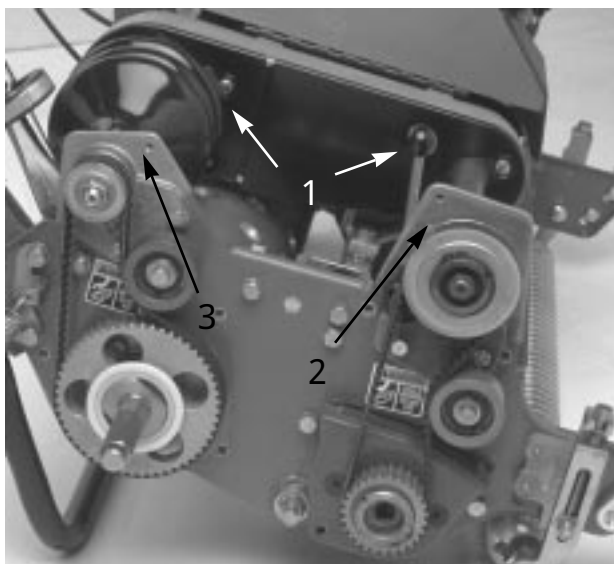

図 41
4. デファレンシャル・カバーの前部分と後部分を外す（カバーをハウジングに固定しているキャップスクリュを取ってカバーを開く；図41）。
6. 前クラッチ・ハウジング（図41）をサイド・プレートに固定しているキャップスクリュとロックナット（各2）を取る。
8. 右後ベアリング・ハウジング（図41）をサイド・プレートに固定しているキャップスクリュ（各2）を取る。